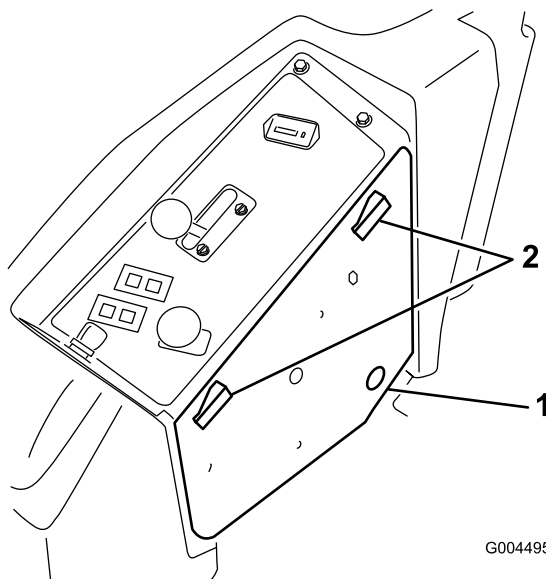

図 22
2. コントロールパネルのラッチを外してカバーを取り出して脇に置く 図 22。